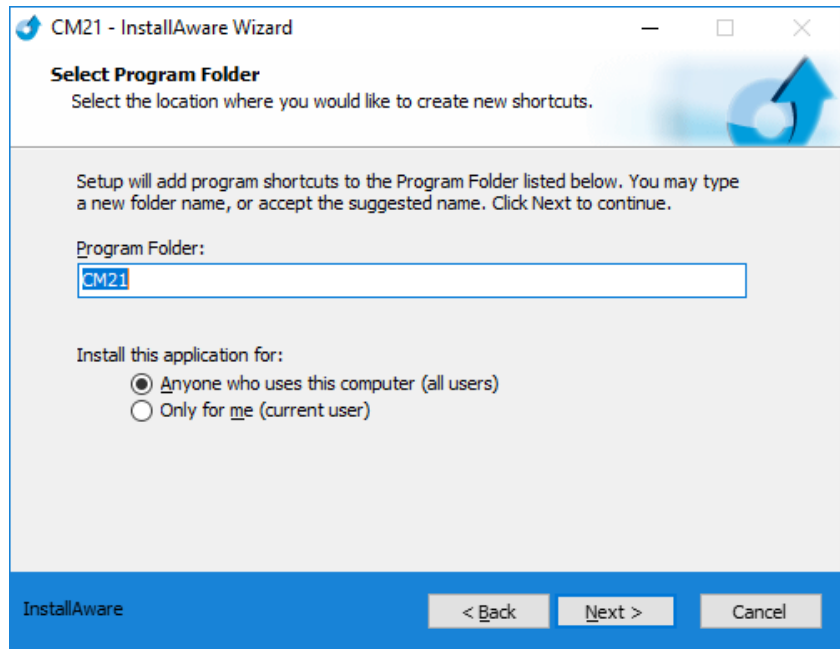

Рисунок 41
4. В окне, рисунок 41, необходимо выбрать политику использования программы из следующих вариантов: